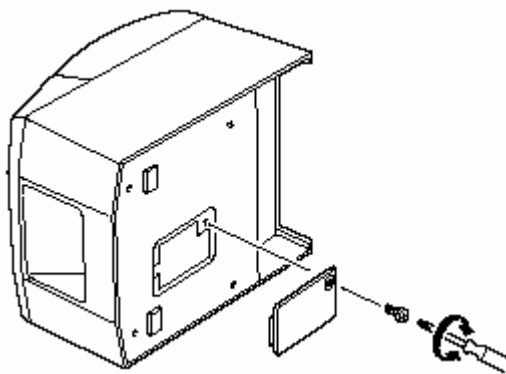

Рисунок 9.1 - Крышка блоков переключателей 1 и 2
9.2.2 Отвинтить на дне ККМ винт, удерживающий крышку блоков переключателей. Снять крышку блоков переключателей (Рисунок 9.1).